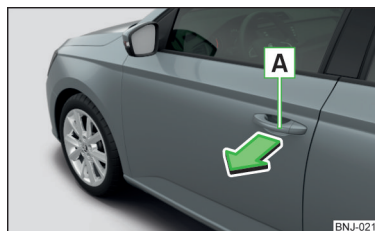

Fig. 33
- » Pentru **deschiderea din exterior**, descuriați autovehiculul și trageți de mânerul portierei **A** în sensul săgeții » fig. 33.